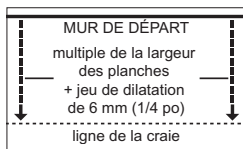

Figure 6
- Nettoyer les matériaux de revêtement selon les besoins (figure 6) afin de créer une bonne surface adhérente. En cas de présence d'un produit d'entretien ou d'une cire sur le revêtement, l'éliminer à l'aide d'un tampon approprié et d'un décapant du commerce, puis rincer à fond. Bien laisser sécher. (Remarque : Ne pas poncer les produits de revêtement souples; ils peuvent contenir des fibres d'amiante qui peuvent être dangereuses.)
- À au moins deux endroits à 46 cm (18 po) du coin, mesurer une distance égale du mur de départ (Figure 6) et tracer une ligne droite à la craie. La mesure doit être un multiple de la largeur des planches, auquel on ajoute 9,5 mm (3/8 po) pour obtenir un jeu de dilatation de 6 mm (1/4 po) et la largeur de la languette. Prévoir un jeu de 13 mm (1/2 po) pour les planchers flottants.